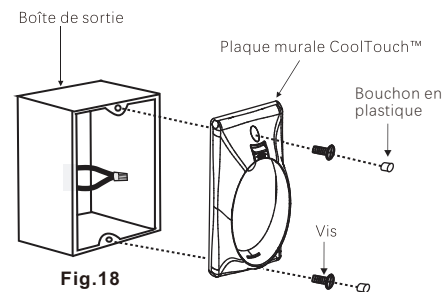

Fig.18
**Étape 2.** Installer la plaque murale CoolTouch™ sur la boîte de sortie murale existante à l'aide des 2 vis fournies. Insérez les deux fiches en plastique dans la plaque murale. (Fig.18)